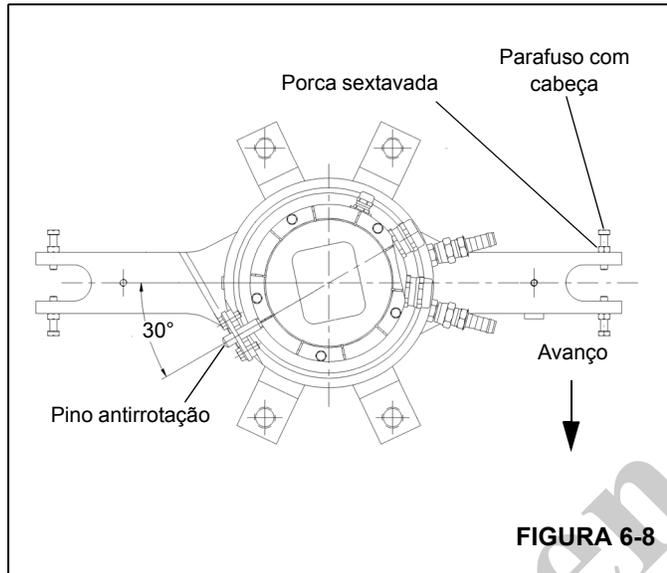

FIGURA 6-8
3. Verifique se o pino antirrotação na parte inferior da base da rótula elétrica está alinhado com o furo de montagem no suporte da caixa da rótula de água (Figura 6-8).